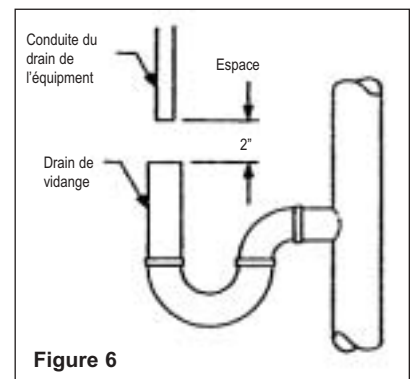

Figure 6
4. Soudez la tuyauterie avec de l'étain ou de l'acier. N'exposez aucune pièce de montage rattachée à la soupape de contrôle à la chaleur du soudage car celle-ci pourrait endommager des pièces internes de la soupape. Vérifiez que le tuyau d'alimentation d'eau est connecté au raccordement de la bouche d'entrée de la soupape de contrôle et que le tuyau sortant de la bouche de sortie de cette soupape soit dirigé vers le service intérieur de la demeure (voir figure 6).
6. Positionnez le boyau du drain au-dessus du drain de vidange et sécurisez-le. Laissez un espace entre les deux comme indiqué ou équivalent (figure 6) pour empêcher l'eau des égouts de siphonner en remous. Le boyau du drain ne doit pas être élevé à plus de 10 pi. du sol.
- C. Si la durée de la succion est trop courte, augmentez-la en tournant la vis d'ajustement du débit d'eau (figure 6) dans le sens des aiguilles. Pour diminuer cette durée, tournez la vis dans le sens inverse des aiguilles.